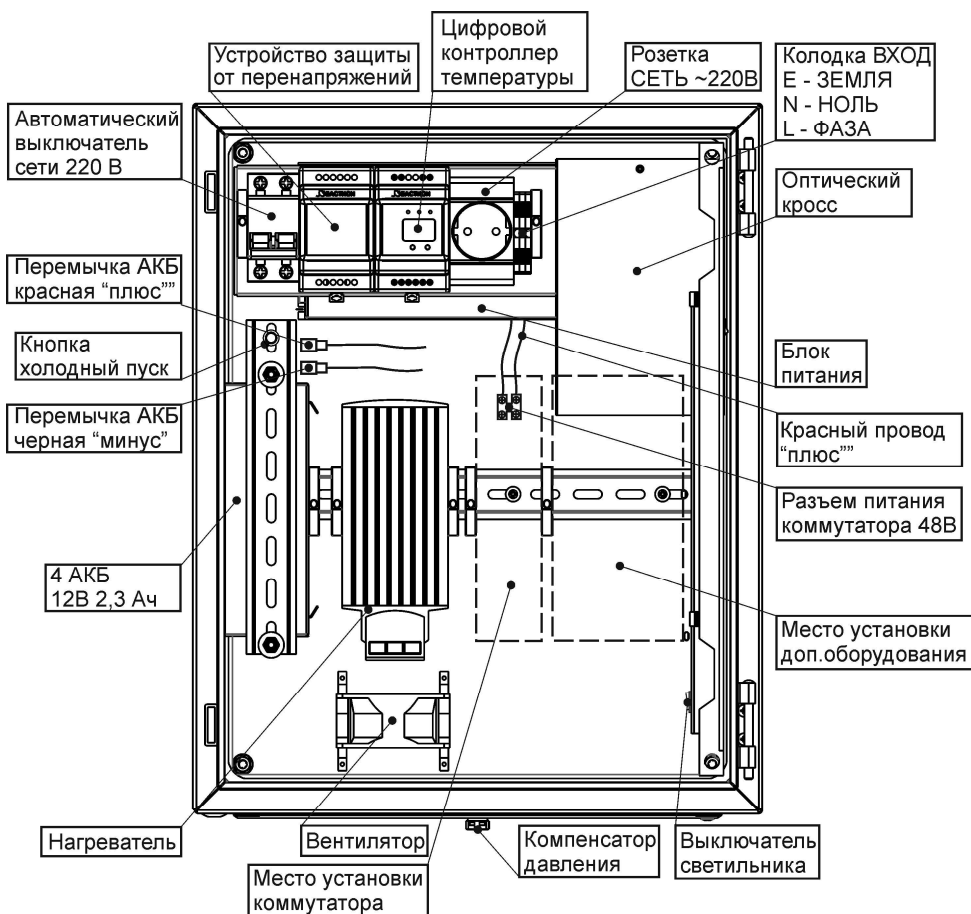

Рисунок 2 - вид изделия с открытой дверцей
- клеммной колодке ВХОД ~ 220В (см. рисунок 2).
Подключение внешних цепей к изделию выполняется через соответствующие гермовводы в соответствии с назначением клемм подключения (см. рисунок 2).
- Провод заземления подключите к клемме E (ЗЕМЛЯ) на колодке «ВХОД» (см. маркировку рисунок 2);
- Подключите, соблюдая фазировку, к клеммам колодки «ВХОД» изделия сетевые провода N (НОЛЬ) и L(ФАЗА) (см. рисунок 2).
- Нажмите кнопку «Холодный пуск» (см. рисунок 2);